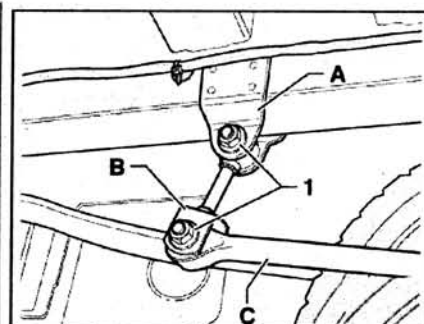

Рис. 5.12. Отсоедините стабилизатор поперечной устойчивости С от рычага В и снимите стабилизатор.
2. Отсоедините стабилизатор поперечной устойчивости С от рычага В и снимите стабилизатор (рис. 5.12).